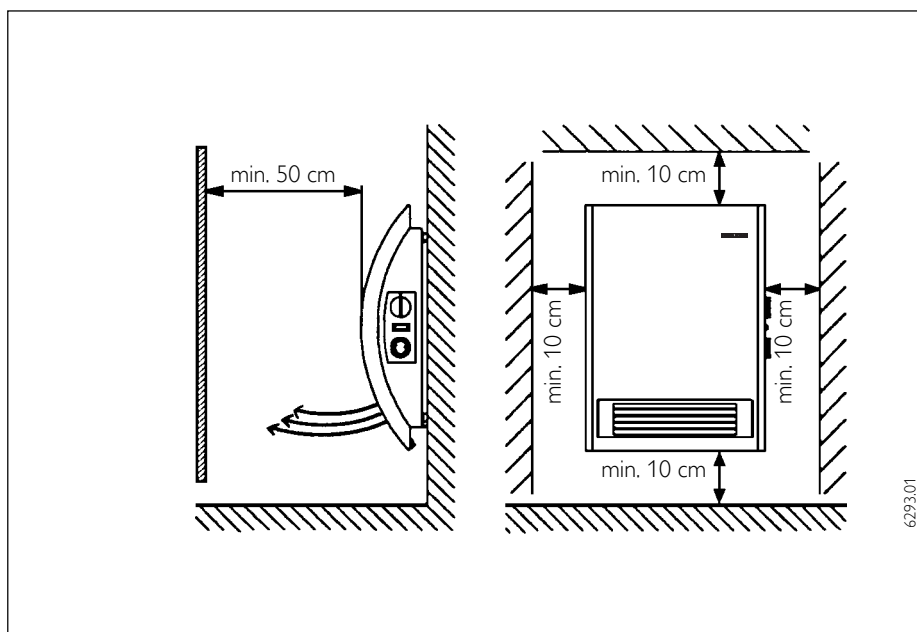

Abb. 9 / Fig. 9 / Afb. 9
**Mindest-Abstände zu Gegenständen und Wänden** (siehe Abb. 9, Seite 8).
For this reason, the minimum distances must be strictly observed (Fig. 9).
C'est pour cette raison que les cotes minimales (fig. 9) sont à respecter scrupuleusement.
**Distances minimales par rapport aux objets et aux murs** (voir fig. 9).
Om deze reden moeten de minimumafstanden (afb. 9) worden nageleefd.
**Minimale afstanden tot voorwerpen en wanden** (zie afb. 9).